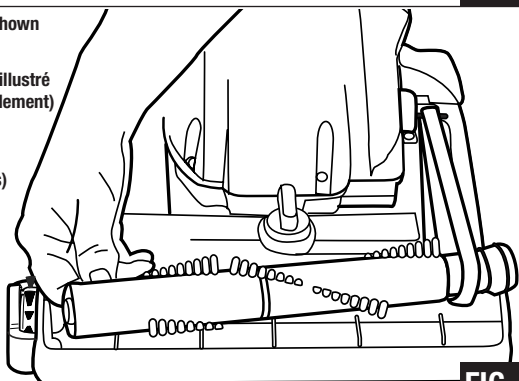

FIG. 26
Make sure the square on the brushroll cap is in place (FIG. 26).
Étape 8 : Aligner la capsule gauche du rouleau-brosse avec la base. Pousser la capsule pour la mettre en place. Soyez sûr que le carré sur la capsule du rouleau-brosse soit en place (FIG. 26).
Paso 8: Alinee el capcete del extremo con la base. Empuje el capcete del extremo hasta que quede fijado en su lugar. Asegúrese de que el cuadrado en el capcete del cepillo circular esté en su lugar (FIG. 26).